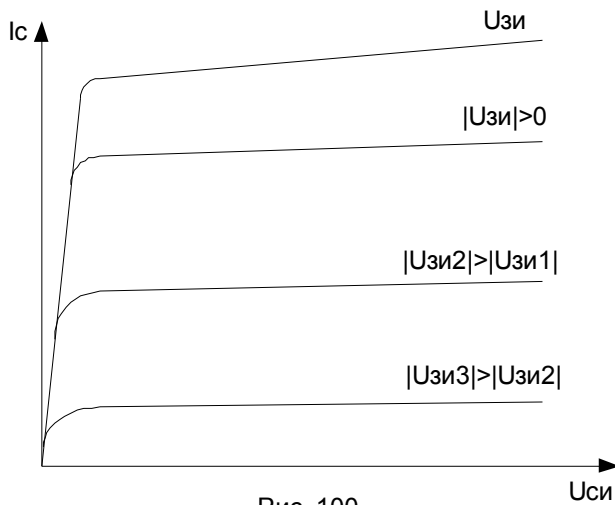

Рис. 100
- Стоковая характеристика – это зависимость I_c от $U_{си}$ при постоянном напряжении на затворе (смотрите Рис. 100). $I_c = f(U_{си})$ при $U_{зи} = \text{Const}$